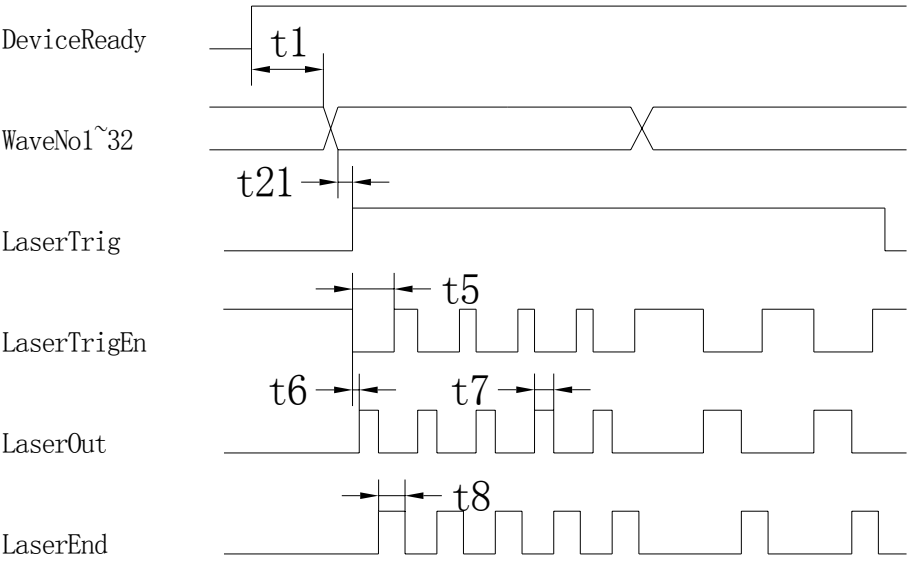

图 5-9 时序图 3
3) 下图描述了波形切换和电平方式激光触发的时序图（如图 5-9）